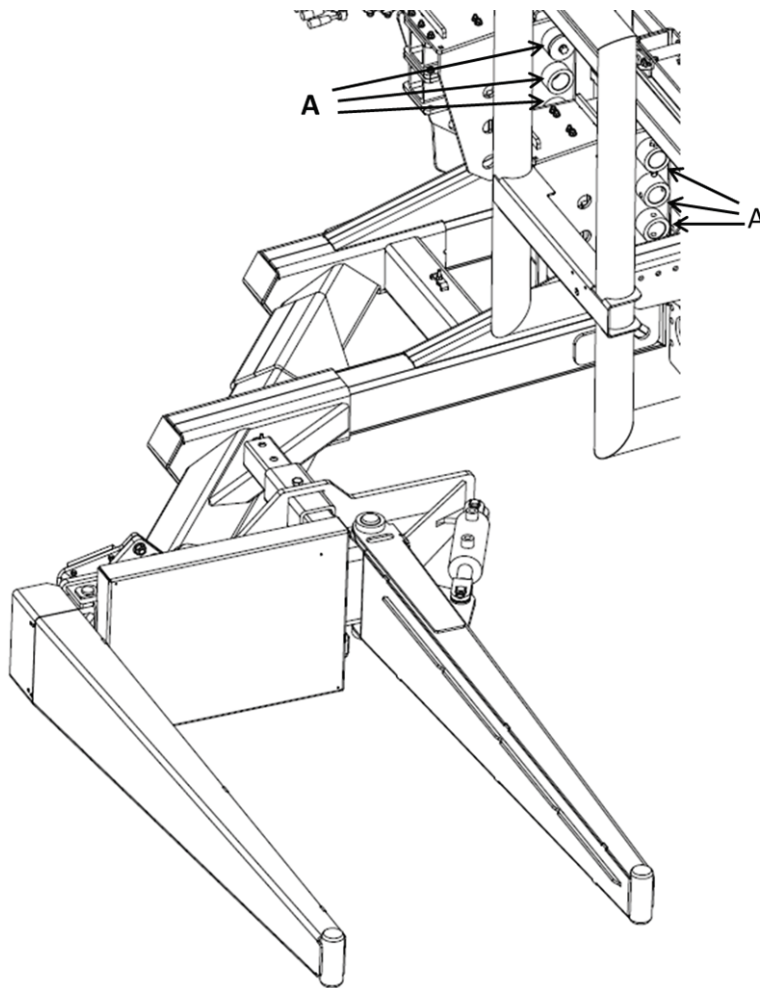

Figure 13 – Position du bras de chargement
4. Avec votre appareil de levage, soulevez le bras de chargement jusqu'à la hauteur désirée de façon à ce que les trous sur chaque montant du bras soient alignés avec les trous de fixation (A dans la Figure 13 – Position du bras de chargement) des supports.